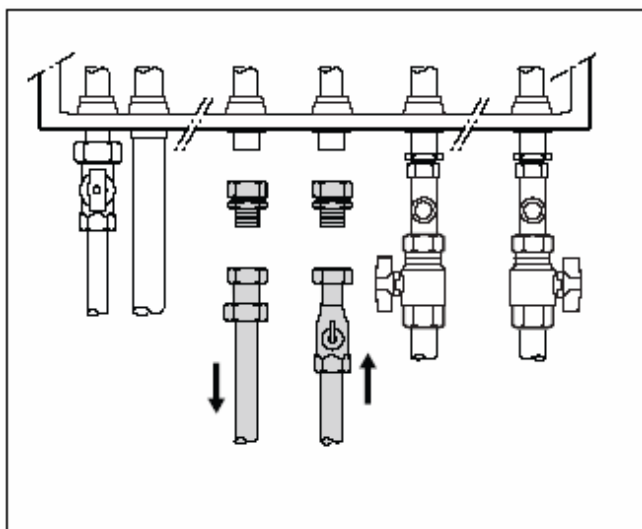

Рис. 6 Присоединение горячего водоснабжения
- Смонтировать трубопроводы с обжимными резьбовыми присоединениями. Трубопроводы присоединить без натяга (рис. 6).